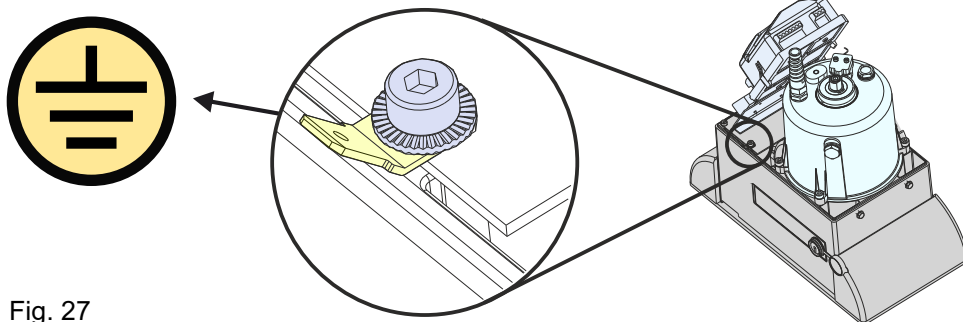

Fig. 27
8.1. Avant de brancher l'opérateur à l'alimentation électrique, prévoir sa mise à la terre, en utilisant la vis de mise à la terre spéciale comme indiqué sur la Fig. 27